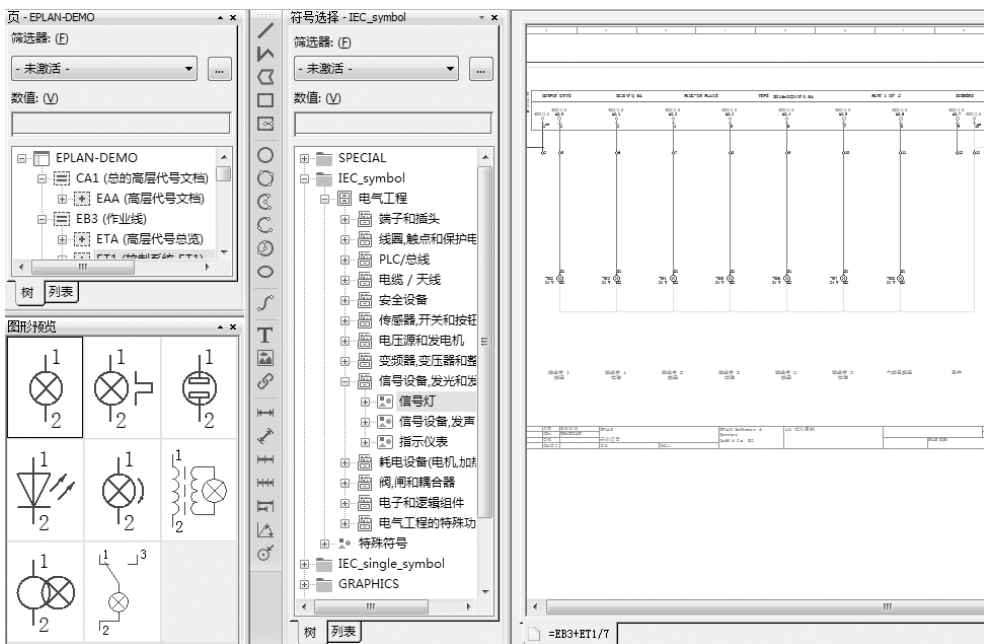

图 1-3 面向图形的设计
1) 面向图形的设计：即传统的电气设计方法，从原理图入手，调用符号绘制原理图，并在此基础上进行元器件的选型，生成工程项目所需的各种表单，如图 1-3 所示。